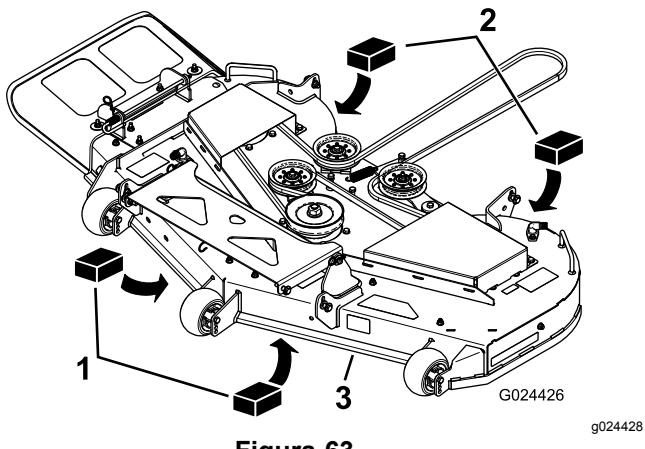

Figura 63
- Coloque dos bloques de 6.6 cm (2 5/8") debajo de cada lado del borde delantero de la carcasa, pero no debajo de los soportes de los rodillos protectores del césped (Figura 63).
- Coloque dos bloques de 7.3 cm (2 7/8") de grosor debajo del borde trasero del faldón de la carcasa de corte, uno en cada lado de la carcasa de corte (Figura 63).